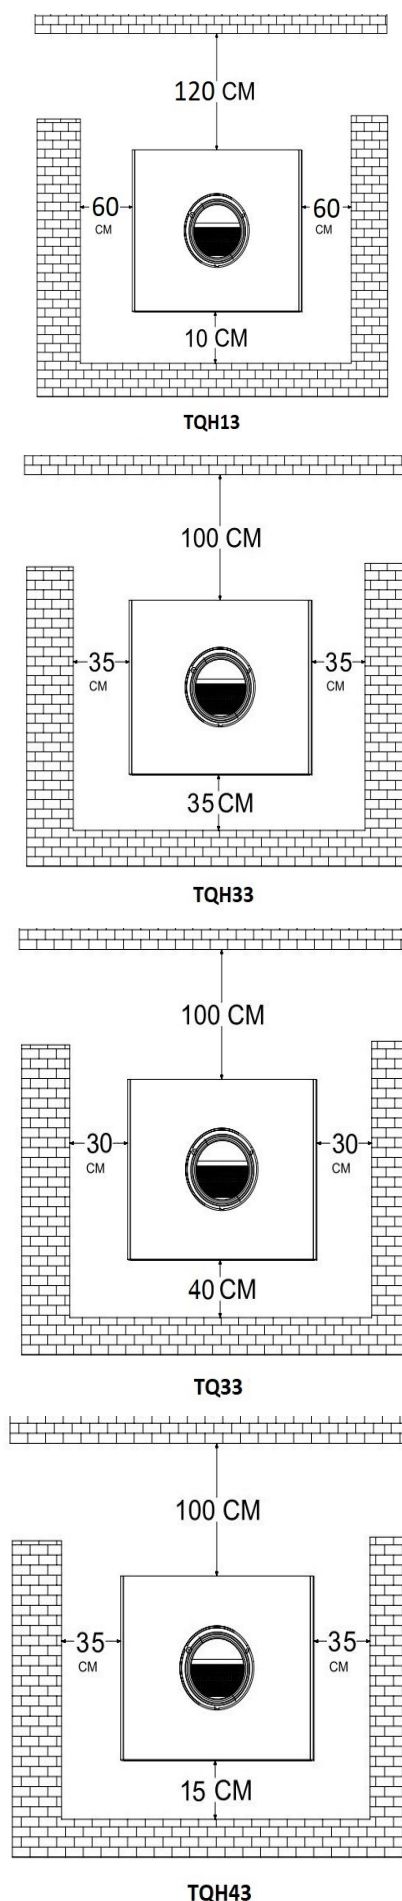

Fig. 14. Distanza di sicurezza
Si consiglia di svuotare il cassetto cenere quando l'apparecchio non è in funzione. Per rimuovere la cenere, farla cadere dal focolare nel cassetto cenere attraverso l'attizzatoio in dotazione, muovendo la griglia oscillante. Se la stufa ha una griglia cieca, deve essere rimossa prima di pulire la cenere (Fig.14).
- Quando si installa la stufa, occorre ricordare le distanze di sicurezza necessarie, sia della stufa sia della canna fumaria, dalle superfici combustibili (pareti in legno o tappezzate, pavimento in legno, ecc.). La distanza di sicurezza deve essere rispettata quando il rivestimento delle pareti o delle zone nei pressi della stufa può essere soggetto a deterioramento o deformazione a causa della temperatura (vernici, pitture, PVC, ecc.). Fig. 14